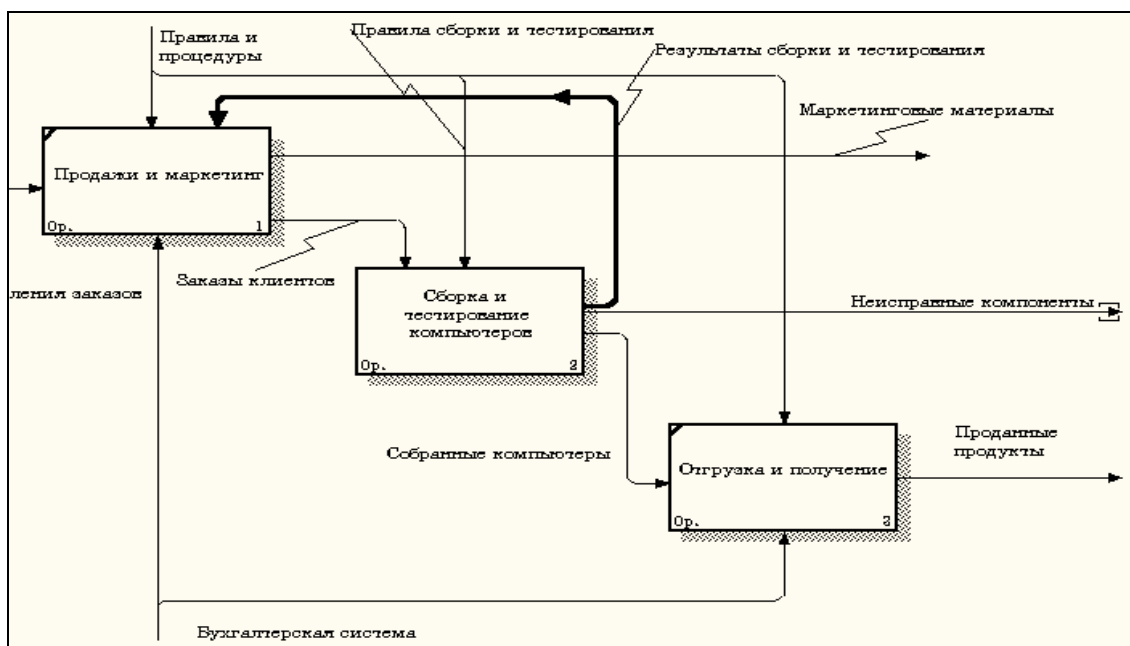

Рисунок 7.9 – Стрелка вызова "Сборка и тестирование компьютеров" отсутствует
9. Модель "Сборка и тестирование компьютеров" осталась и может быть сохранена в отдельном файле. На диаграмме A0 модели "Деятельность компании" исчезла стрелка вызова "Сборка и тестирование компьютеров" (рисунок 7.9).